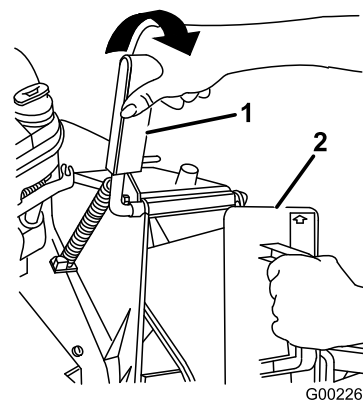

Figura 4
1. Abra la puerta de descarga tirando del tirador hacia adelante y desplazando la puerta hacia atrás (Figura 4). Mientras inserta el tapón, sujete el tirador de la puerta para evitar que el muelle cierre la puerta.
2. Puesto que el tapón es algo más ancho que la abertura del conducto de descarga, gire el tapón ligeramente en el sentido de las agujas del reloj al insertarlo (Figura 4).